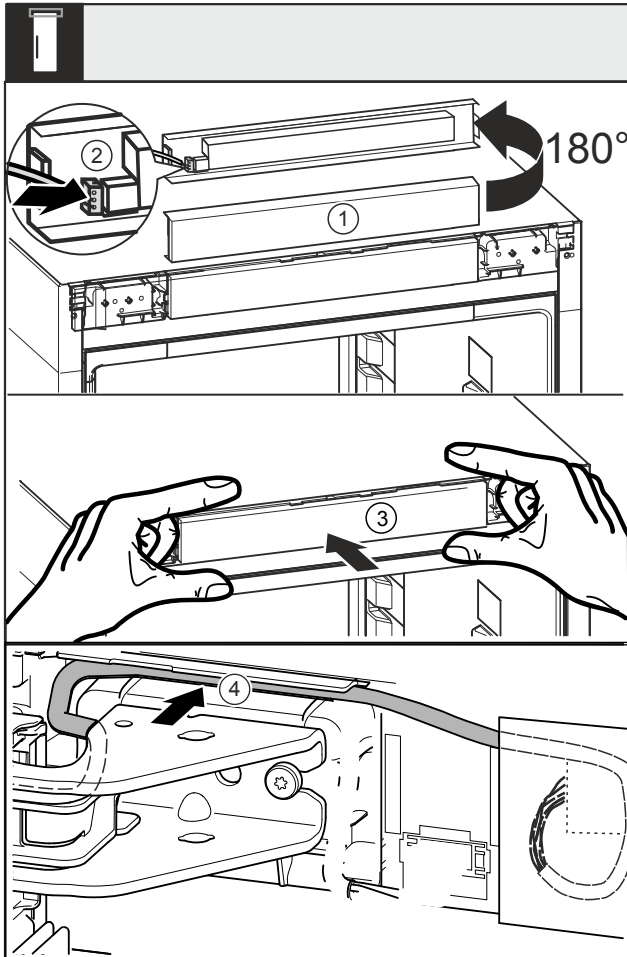

Fig. 32
- Tourner le cache Fig. 32 (1) de 180° vers le haut.
- Enclencher le connecteur Fig. 32 (2) sur le cache du panneau de commande.
- Enclencher à nouveau le cache Fig. 32 (3) sur l'appareil.
- Poser avec précaution le câble dans le guide Fig. 32 (4) au-dessus du support de palier supérieur.